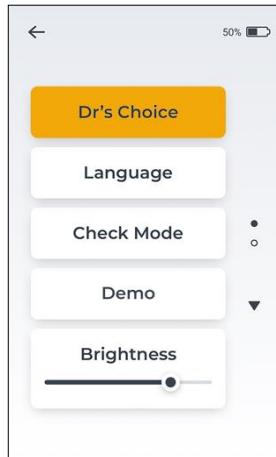
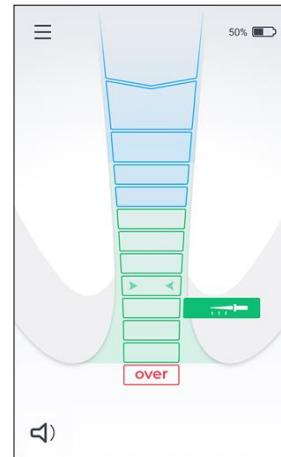

图 12
图 13
- 进入设置菜单，点击 Dr's Choice 选项卡 - 见图 12。“Dr's Choice”激活后呈橙色，此时，在该菜单下选择的根尖线也将出现屏幕上 - 见图 13。
- 如需关闭 Dr's Choice 菜单下的根尖线设置，请进入设置菜单，单击 Dr's Choice 选项卡，关闭 Dr's Choice 菜单 - 见图 12。